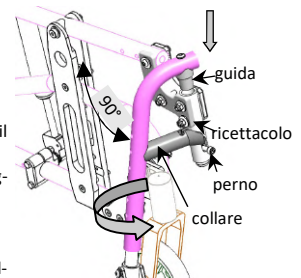

fig. 29: Inserimento/Disinserimento tubo poggia gamba
- **Tubi poggia gamba: inserimento/disinserimento** (fig. 29)